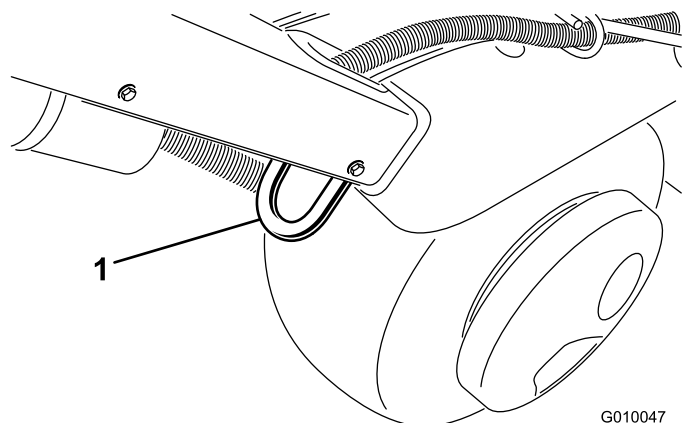
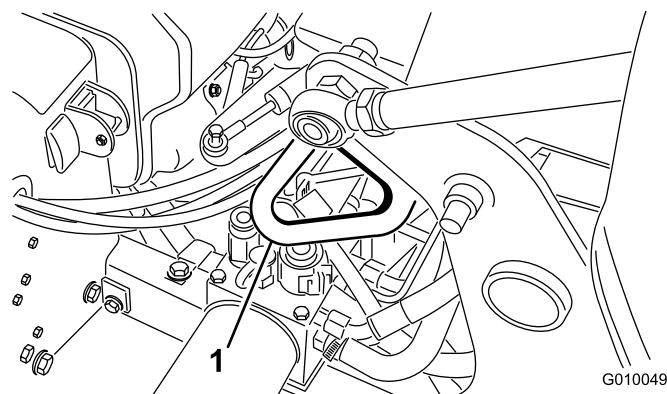

図 32
図 34
- 機体についているロープ掛けポイント（図 32～図 34）を使い、チェーンやロープなどでしっかりと固定する。